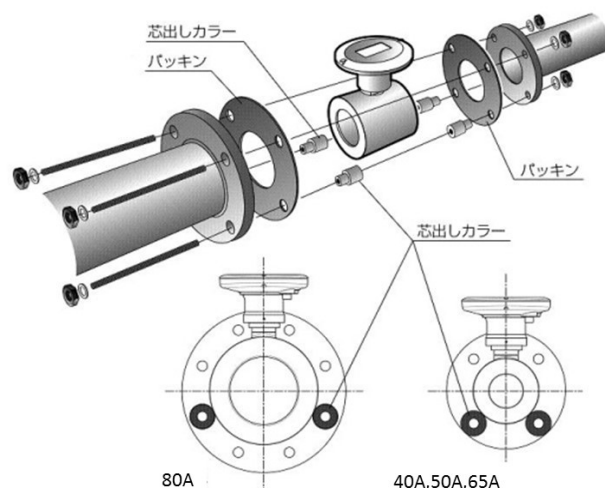

図 3-3 芯出しカラーの取り付け例
- 4) ウェハタイプの流量計は、流量計の中心軸と配管の中心軸が合うように取り付けてください。流量計と配管との中心軸のズレを小さくするため、付属の芯出しカラーを使用してください。図 3-3 に示すように、付属の芯出しカラーをフランジパッキンおよびフランジの穴に挿入して下さい。流量計を芯出しカラーに当てることにより、配管との中心軸を合わせることができます。ただし、配管の芯ずれ等により上下流両側への芯出しカラーの設置が困難な場合は、上流側のみ設置して下さい。
- 6) ウェハタイプの流量計は、M16 の寸切ボルト等で挟み込んで固定して下さい。(図 3-3. 参照)。締め付ける際には、片締めにならないように、均等に締め付けてください。